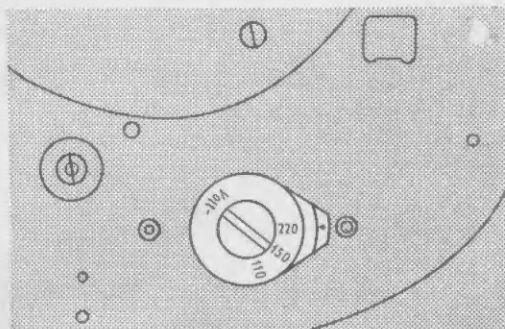
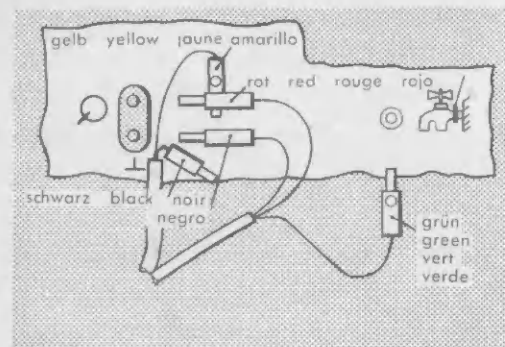
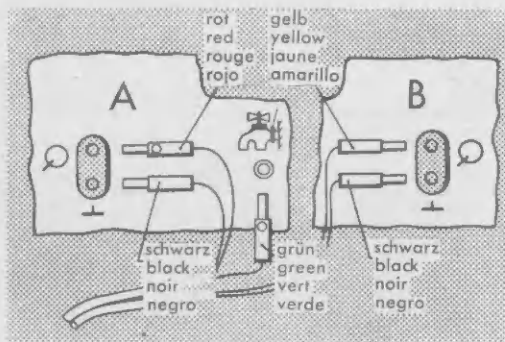

Fig. 3
Fig. 4
Fig. 5
mediante conmutador (Fig. 3)
Das Gerät ist an Wechselstrom 110, 150 oder 220 Volt zu betreiben. Der Umschalter (Fig. 3) für die verschiedenen Netzspannungen ist durch die Bohrungen des Plattentellers zugänglich (Plattentellerbelag anheben). Das Gerät wird auf 220 Volt/50 Hz eingestellt geliefert. Für andere Netzfrequenzen wie 40 oder 60 Hz werden Spezialantriebsrollen (Fig. 1) für die Motorachse geliefert. Bei Tonmöbeln ist bezüglich der Spannungs-umschaltung des DUAL 1007 die Bedienungsanleitung des Tonmöbels zu beachten.
a) Monaurale (einkanalige) Wiedergabe nach Fig. 4
b) Stereo-Wiedergabe nach Fig. 5
The unit can be operated on alternating current of 110, 150 or 220 volts. The voltage selector for the different voltages can be reached through the holes in the turntable (Figure 3). The record changer is normally supplied for 220 V / 50 cycles. For other power line frequencies, such as 40 or 60 cycles, special pulleys for mounting on the motor shaft are available (Fig. 1). Record changers installed in consoles are sometimes connected to the voltage selector of the main chassis and reference should be made to the operating instructions of the console.
The connection of the pick-up cord to a monaural reproducing system has to be done in accordance with Figure 4. For stereo reproduction the pick-up cord has to be connected in accordance with Figure 5. In case of hum, the red plug should be reversed against the black. On the other cable, the yellow plug should be reversed against the black plug respectively. When connecting the unit to an AC/DC amplifier or radio or to any such equipment without a line separating transformer, a special safety ground is required for the chassis. Under no circumstances may the ground plug be inserted into the pick-up sockets in such a case. For professional application a special safety ground would be required in most countries.
Le système fonctionne sur réseau alternatif de 110, 150 ou 220 V. Le commutateur d'ajustage à ces diverses tensions est accessible par les ouvertures ménagées dans le porte-disques (Fig. 3). L'appareil est fourni, réglé sur la tension 220 V, 50 Hz. Si la fréquence du réseau est différente de 50 Hz (40 ou 60 Hz) nous fournissons des galets d'entraînement spéciaux pour l'arbre du moteur (Fig. 1). Si l'appareil est monté dans un meuble, il faut, concernant l'adaptation à la tension d'alimentation, consulter la notice d'emploi du meuble. Le raccordement du câble du bras de pick-up à l'appareil de reproduction doit être exécuté, pour les disques ordinaires, (un canal) conformément à la fig. 4. Pour une reproduction stéréophonique, ce raccordement doit se faire en conformité avec la fig. 5. Si l'appareil ronfle, il faut intervertir les fiches bananes rouge et noire et sur l'autre câble les fiches bananes jaune et noire. Si le raccordement doit s'opérer avec un récepteur «tous courants», ou un récepteur à autotransformateur, il faut prévoir pour le châssis, une mise à la terre protectrice spéciale.
El aparato puede ser usado con corriente alterna de 110—150—220 V 50 ciclos. El conmutador para las diferentes tensiones de corrientes se encuentra a través de las perforaciones en el plato de los discos (Fig. 3).
Insert the changing spindle into the centre hole of the turntable and lock it properly by turning it slightly clockwise (Figure 4). Load up to 10 records of equal diameter, equal speed and equal type (78 or LP/Stereo) on the changing spindle.